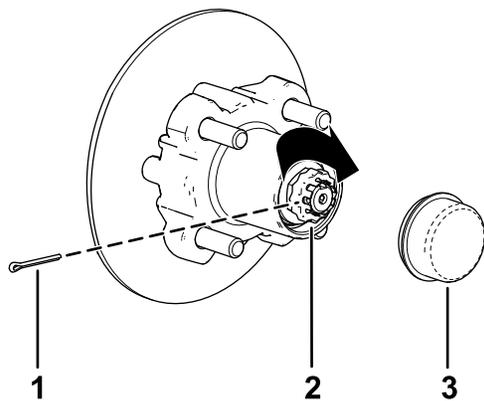

Figura 26
8. Coloque el retén sobre la tuerca y compruebe la alineación de la ranura del retenedor y el orificio de la chaveta del eje (Figura 26).
9. Instale la chaveta y doble las patas alrededor del retén (Figura 26).
10. Instale el tapón guardapolvo sobre el cubo (Figura 26).